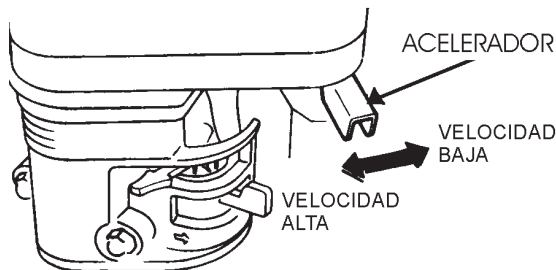

Figura 23. Palanca del acelerador
7. Coloque la **palanca del acelerador** (Figura 23), a la mitad entre la velocidad **ALTA** y **BAJA** para arrancar. Todo corte es hecho a alta velocidad. La velocidad del motor del gobernador esta ajustada por el fabricante para asegurar la óptima velocidad del disco.